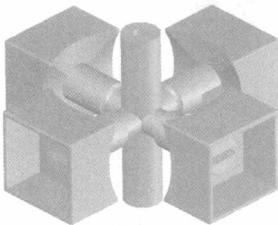

图 1-3-1
(1) 将 4 个中心块外套卡在三维十字架上，如图 1-3-1 所示。